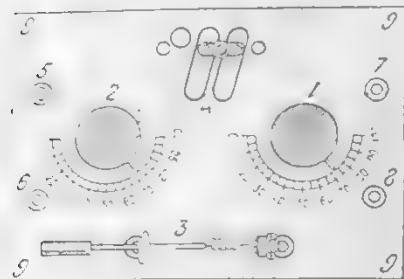
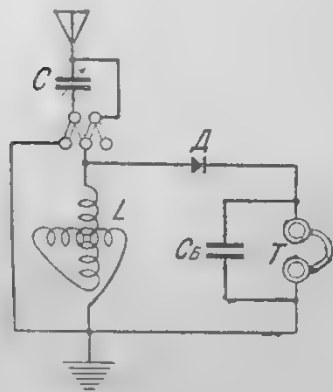

Рис. 1. Крышка приемника, с размещением рукояток.
Рис. 2. Схема приемника.
клемма (5) для антенны, клемма (6) для телефона (7), (8) для телефона (рис. 1). Как видно из схемы (рис. 2), приемник построен по простой схеме с переключением переменного конденсатора от то последовательно, то параллельно вариометру.